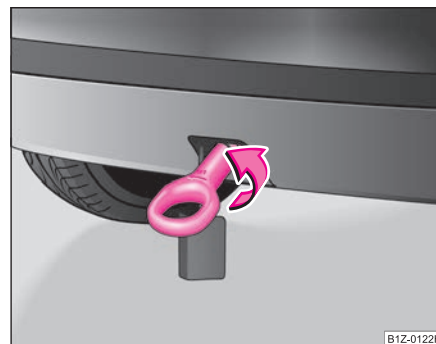

Fig. 216 Bara de protecție din spate: Montarea inelului de remorcare
- Înșurubați inelul cu mâna înspre stânga ⇒ fig. 216 și strângeți cu cheia de roată (introduceți cheia prin inel).